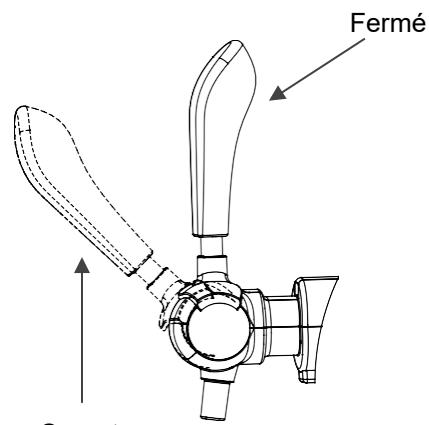

Figure 12
Remarque: vérifiez que le robinet est fermé lorsque vous raccordez le tuyau et l'adaptateur (figure 12).
6. Placer le levier du robinet à 45 degrés permet de verser la bière de la tireuse à bière (figure 12). Le débit de bière et de mousse peut être contrôler par la molette de régulation de pression.